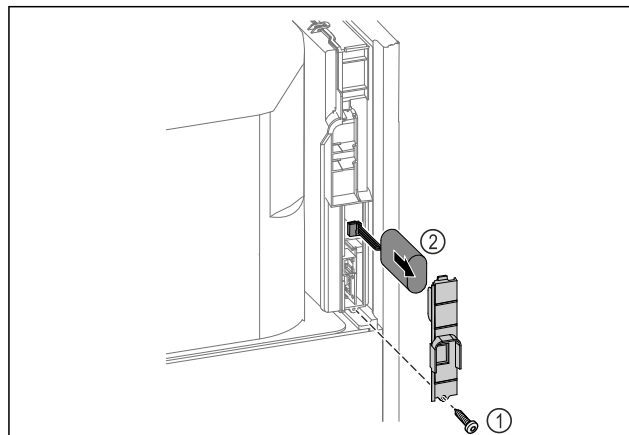

Fig. 254
► Odvijte vijake in odstranite pokrov na zadnji strani naprave Fig. 254 (1).
► Snemite in odstranite baterijo Fig. 254 (2).